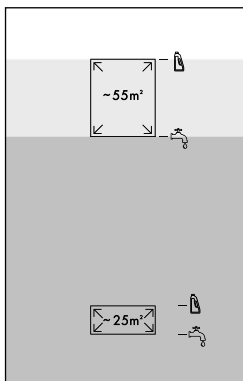

Fig. 9
- ♦ Para grandes superfícies  (até 55 m²) introduza água canalizada ou água destilada até à terceira marcação de nível  no reservatório de água limpa ❶ (ver fig. 9).
- ♦ Para grandes superfícies  (até 55 m²) introduza detergente até à quarta marcação de nível  no reservatório de água limpa ❶ (ver fig. 9).